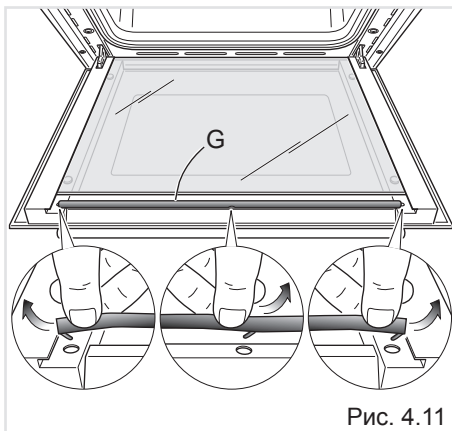

Рис. 4.11
- Удалите уплотняющую прокладку «G» расцепив три (3) крепежных крючка (Рис. 4.11).